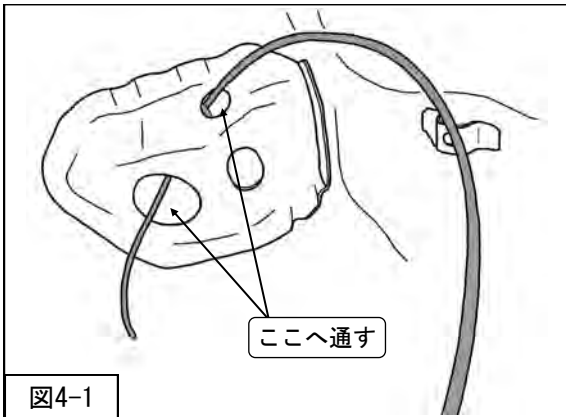

図4-1
1. 減衰力調整ケーブルの OUTER ケースを車両の穴に通してください。(図4-1)